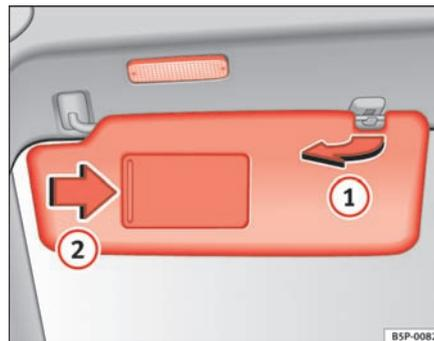

Fig. 81 Parasol del lado del conductor
Los parasoles del conductor y del acompañante pueden extraerse de sus soportes centrales y girarse hacia las puertas ⇒ fig. 81 (1). ▶